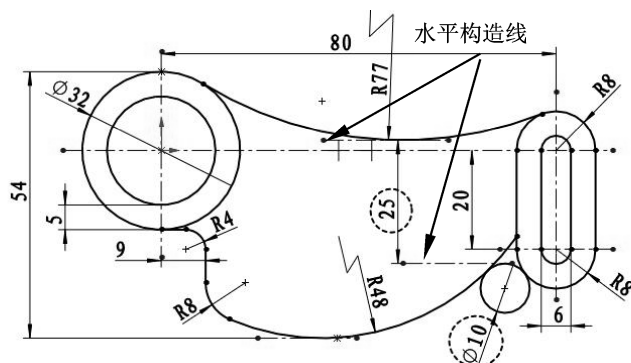

图 2-122 绘制构造线、圆并进行尺寸和几何约束
- 单击【圆】按钮, 绘制直径为 $\varnothing 10$ 的圆, 作为水平辅助构造线, 先将上水平构造线与 R77 圆弧进行相切约束, 接着设置两水平构造线之间的尺寸约束 (尺寸 25), 最后将 $\varnothing 10$ 圆分别与 R48 圆弧、水平构造线和 R8 圆弧进行相切约束, 如图 2-122 所示。